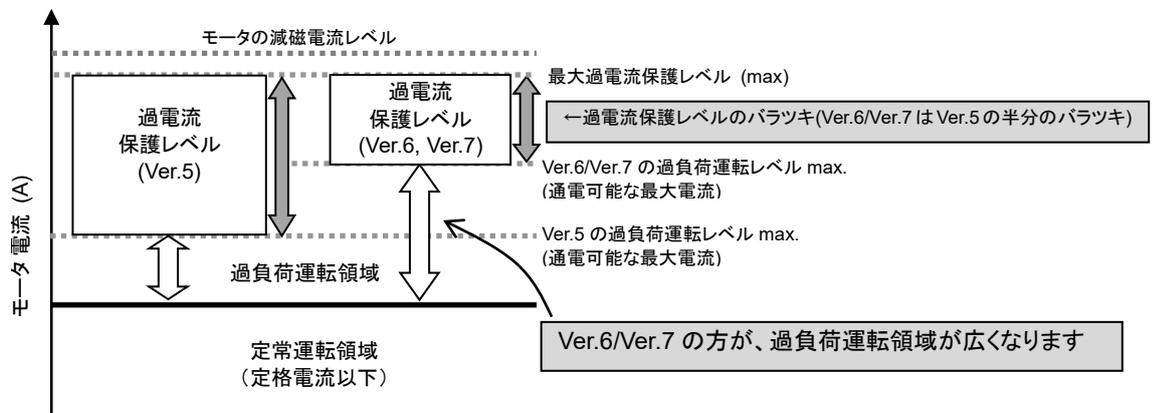

図 1-5-2 減磁など過電流保護レベルの差異について
- (3) Ver.6、Ver.7 シリーズでは、短絡保護トリップレベルの誤差を 0.48±5%と従来品の半分にする事で、短絡保護検出精度を向上しています。短絡保護検出精度の向上により、電流通電可能範囲が増加します。モータ減磁保護などの過電流保護時の保護レベルの差異を図 1-5-2 に示します。短絡保護検出精度向上によりバラツキ範囲が狭まり、従来品よりもモータ電流通電可能範囲を確保することができます。